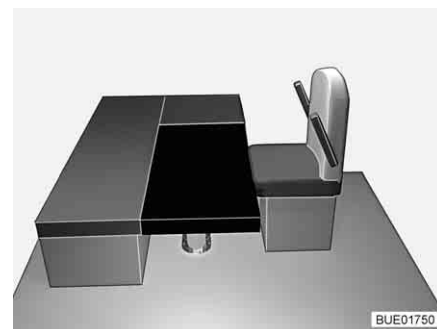

Fig. 148 Dopo la trasformazione
- Collocare il cuscino aggiuntivo rettangolare sul tavolo (davanti al cuscino dei sedili, vedi Fig. 148).